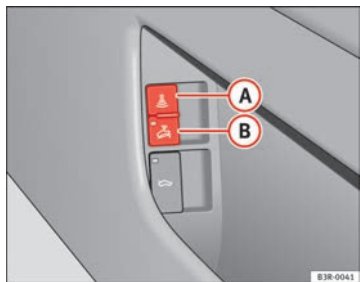

Abb. 78 Taster für Innenraumüberwachung
- Öffnen Sie die Tür und ziehen Sie am Taster  mit dem Symbol  seitlich an der Fahrertürablage ⇒ Abb. 78.